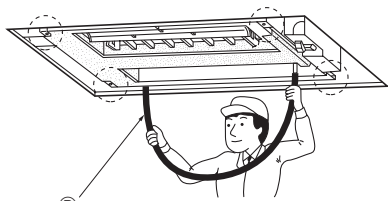

Fig. 2-8
① Bullone di sospensione (3/8" o M10)      ⑤ Rondella ①
② Superficie del soffitto                      ⑥ (Installare con l'isolamento rivolto verso il basso)
③ Dado (3/8" o M10)                              ⑦ Distanza rispetto alla faccia superiore della staffa
④ Rondella ② (con isolamento)
4. Controllare che i quattro angoli siano tutti a livello, utilizzando una livella a spirito o un tubo di plastica trasparente contenente acqua. (Fig. 2-8)